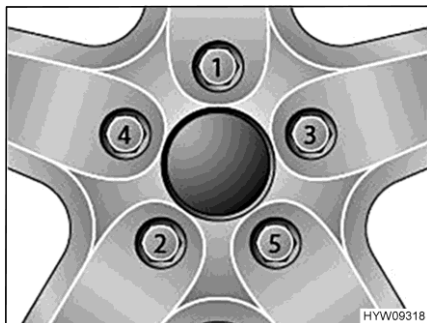

Bild 114 Radmuttern oder Radschrauben über Kreuz festziehen
- Radmuttern oder Radschrauben in der Reihenfolge, die in Bild 114 gezeigt ist, festziehen. Dazu einen Drehmomentschlüssel verwenden und das vorgeschriebene Anziehdrehmoment einhalten (siehe Abschnitt 14.5).
- Radmuttern oder Radschrauben regelmäßig auf festen Sitz prüfen. Radmuttern oder Radschrauben eines ausgewechselten Rades nach 50 km nachziehen. Dabei in der Reihenfolge vorgehen, die in Bild 114 gezeigt ist.
- Wenn neue oder neu lackierte Felgen verwendet werden, die Radmuttern oder Radschrauben zusätzlich nach ca. 1000 bis 5000 km nachziehen. Dabei in der Reihenfolge vorgehen, die in Bild 114 gezeigt ist.